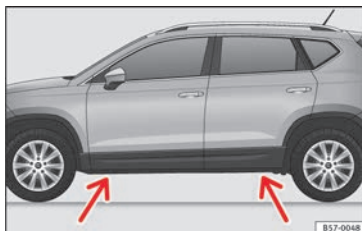

Fig. 75 Traversa: segni.
- Individuare nel longherone il punto di appoggio del cric (zona avvallata) più vicino alla ruota da sostituire » » » fig. 75.